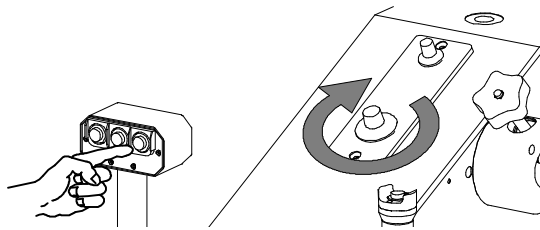

Fig. 14
e) Le bouton-poussoir no. 3 (Fig. 14) à droite sur la boîte à boutons est utilisé pour découper des matériels qui présentent des particulières difficultés de découpe en utilisant des outils avec un développement linéaire grand. De plus, on peut augmenter graduellement sa valeur par le potentiomètre indiqué en Fig. 14 jusqu'à rejoindre la puissance maximum de la machine.